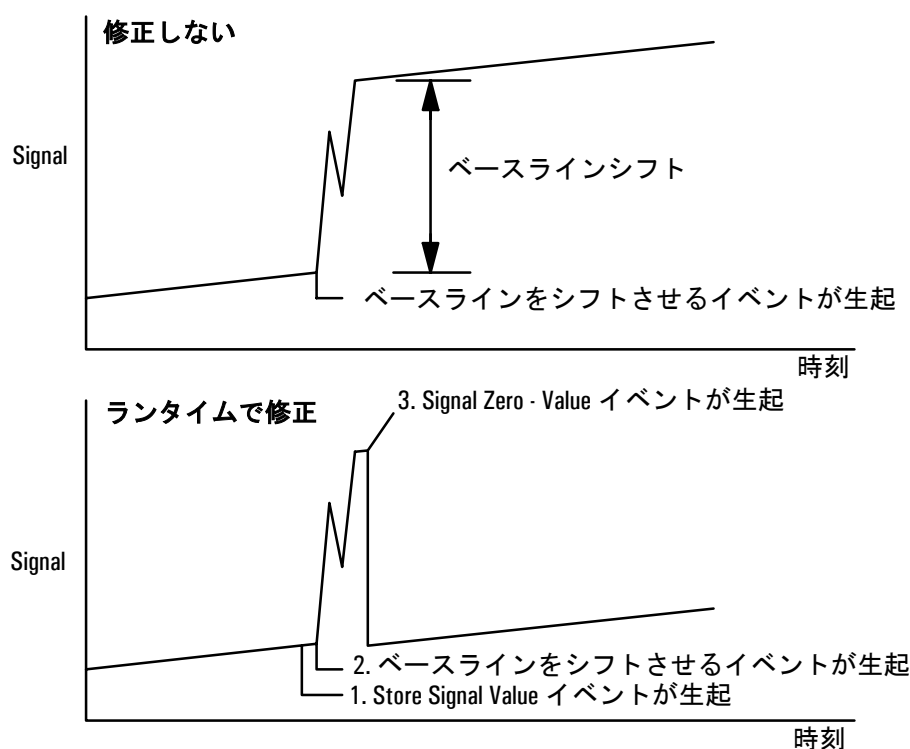

図 2. シフトしたベースラインレベルの修正
- Signal Zero - Value** - すべての出力されるシグナル値から Store Signal Value イベントで保存された値を減算して、変動したベースラインを復帰させます。これら 2 つのイベントをベースラインシフトアクションの前後で指定すると、シフトしたベースラインをその前のベースラインレベルに復帰できます。Store Signal Value イベントをベースラインシフトの前に指定し、Signal Zero - Value イベントをベースラインシフトの後に指定します。図 2 を参照してください。